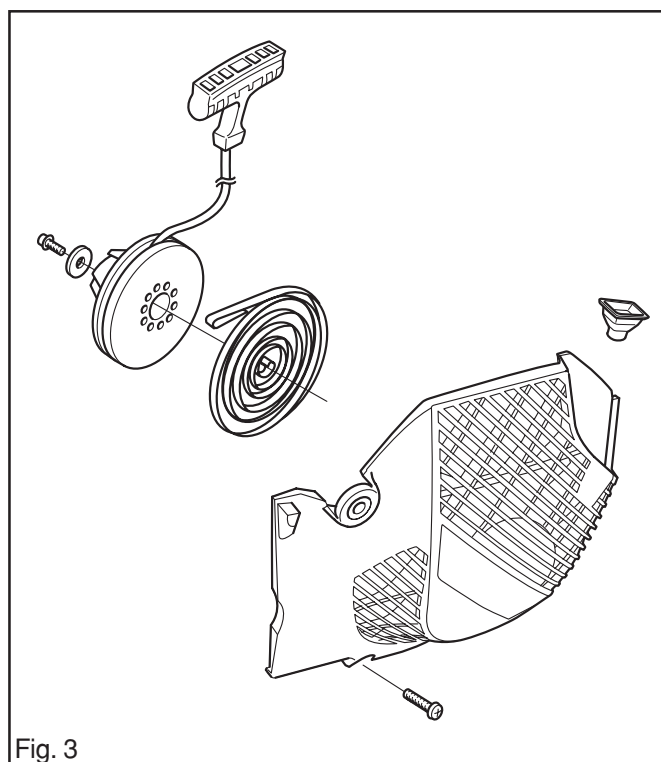

Fig. 3
4. Démontez la vis centrale et retirez la rondelle et la poulie. Voir la fig. 3.
5. Monter la rondelle et la vis. Voir la fig. 3. Serrer la vis selon un couple de 4 Nm.
7. Desserrer l'écrou du rotor volant. Visser l'écrou jusqu'à ce qu'il soit au même niveau que l'extrémité extérieure sur le filetage de l'arbre. Voir la fig. 3.